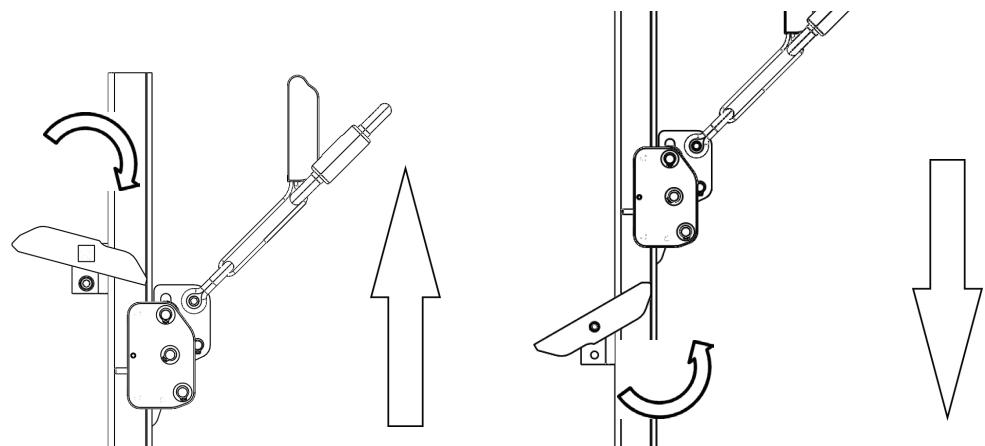

Abb. 20 Ausstieg aus dem Steigschutzsystem
- Aus gesicherter Position den Sicherungsläufer am Schäkel (1) und am Grundkörper (2) halten und den Hebel der Endschläge entgegen der Wirkrichtung schwenken (Abb. 20), damit der Sicherungsläufer die Position der Endschläge überfahren und aus der Steigschutzschiene geführt werden kann.